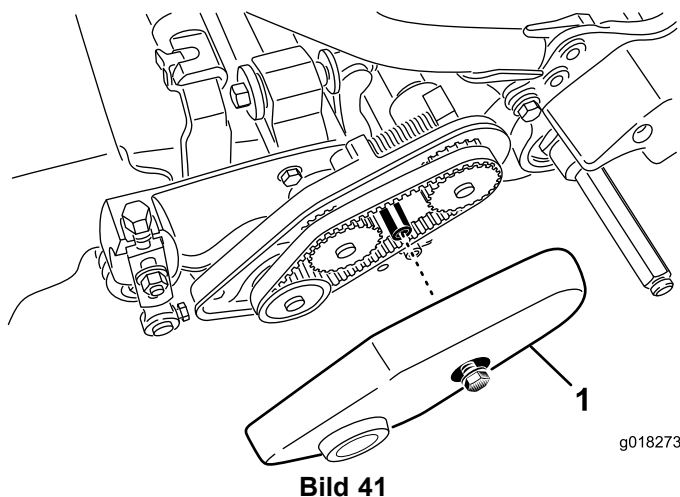

Bild 41
1. Lösen Sie den Bundbolzen, mit dem die Riemenabdeckung befestigt ist, und nehmen Sie die Riemenabdeckung ab, um an den Riemen frei zu legen (Bild 41).